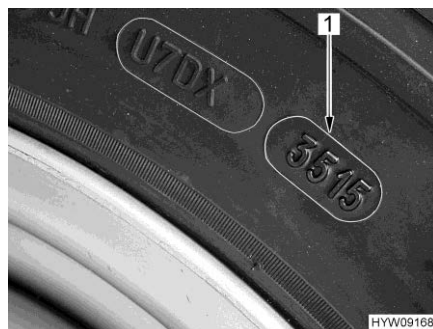

Fig. 231 Numero DOT
- ▷ Gli pneumatici non devono avere più di 6 anni perché la mescola di gomma col tempo invecchia e si sbriciola. Il codice DOT (Fig. 231,1) di quattro cifre sul fianco del pneumatico indica la data di produzione. Le prime due cifre indicano la settimana, le ultime due cifre l'anno di produzione.